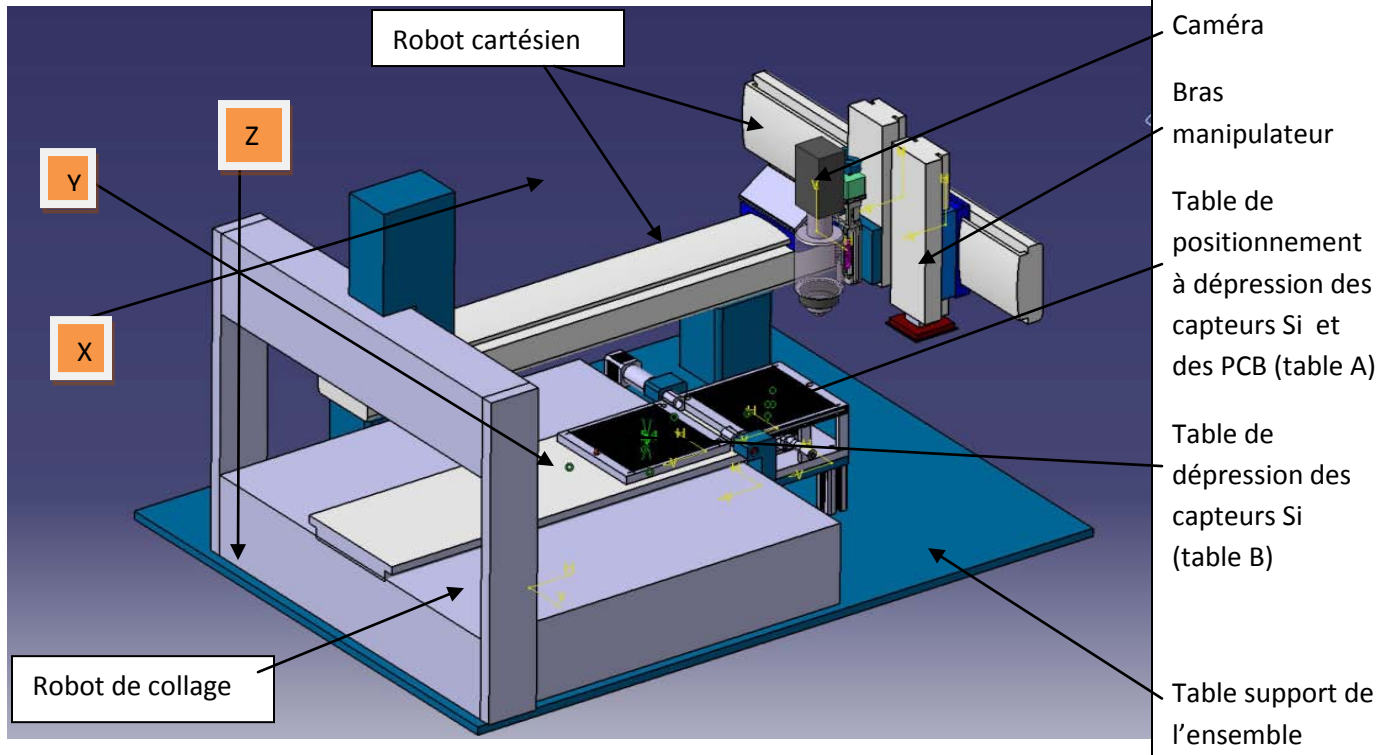

Figure 1 : outillage pour le collage des capteurs Si sur PCB
- Présentation de l'outillage (figure 1):